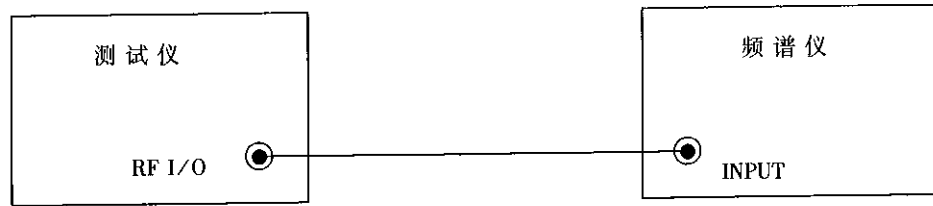

图 1
#### 6.2.4.1 连接仪器(见图 1)。
6.2.5.1 连接仪器(见图 1)。